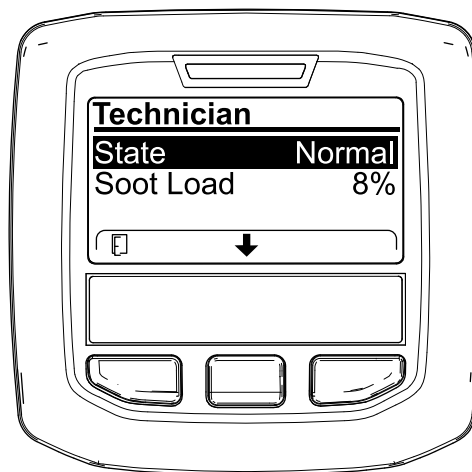

図 66
- DPF 稼働記録表で、現在の DPF の状態を確認する 図 66。